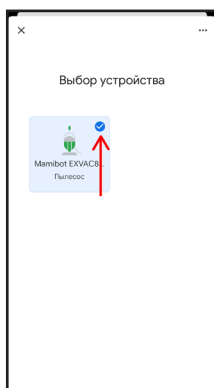

Рис. 21
4. Выберите устройство, синхронизированное с приложением «Smart Mamibot», выберите устройство, которым необходимо управлять с помощью голосовых команд в Google Assistant (рис. 21, 22).